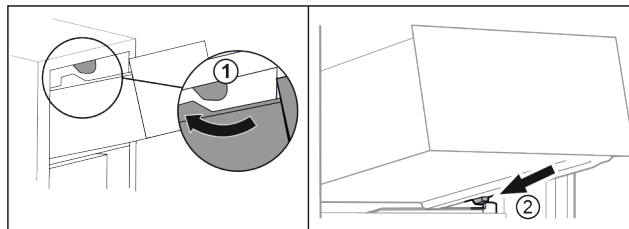

Fig. 61
- Far passare il cassetto sui fermi superiori. Fig. 61 (1)
- Applicare il cassetto inclinandolo dietro i fermi inferiori sulla nervatura del contenitore. Fig. 61 (2)